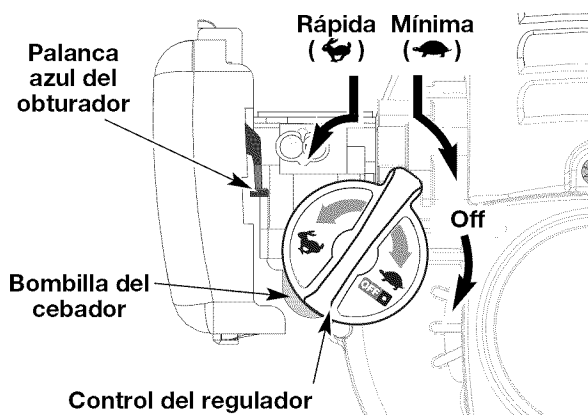
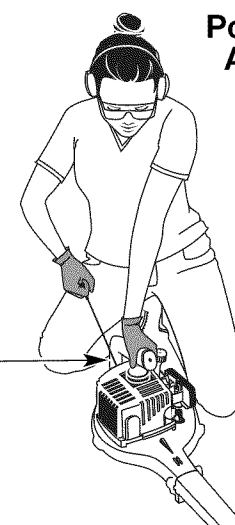

Fig. 2
Fig. 4
ADVERTENCIA: Evite los arranques accidentales. Esté en posición de arranque cuando hale la cuerda (Fig. 4).
4. Ponga la unidad en la posición de arranque (Fig. 4). Coloque el control del regulador en la posición de **RÁPIDA** (↶) (Fig. 2).
1. Para apagar el soplador, mueva la palanca de control del regulador todo hacia la derecha, más allá de la posición de baja en vacío (↷) hasta que sienta un clic. Cerciérese de mover la palanca hasta el retén de la extrema derecha para apagar la unidad (Fig. 2).